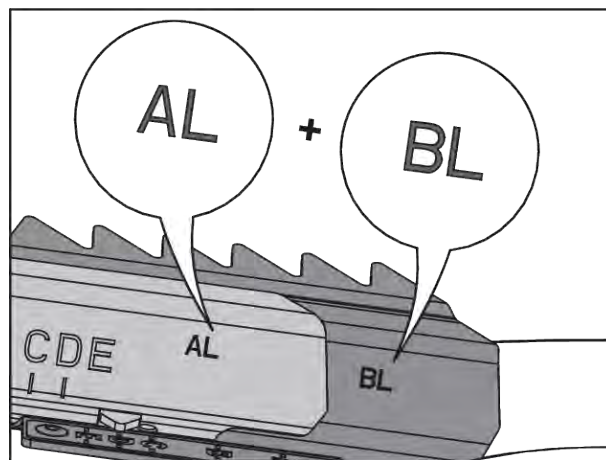

Fig. 77: Spredevingekombinasjon
- Se Fig. 77 Spredevingekombinasjon